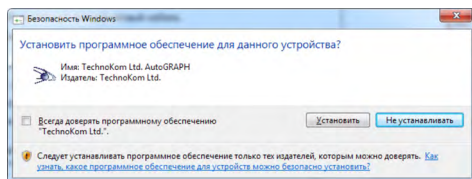

Рис.3
- В ответ на предупреждение системы нажмите кнопку «Установить» и продолжите установку (Рис.3).